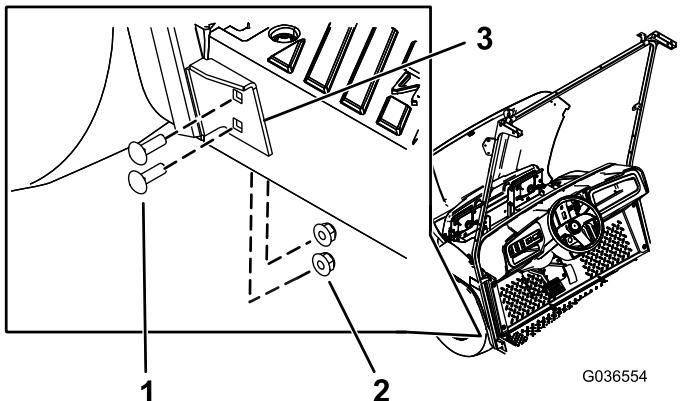

图 32
4. 用 4 个托架螺栓 $5/16 \times 1$  英寸和 4 个凸缘螺母 $5/16$  英寸将左、右风挡支撑的下支架固定到您在步骤 1 中钻出的孔内 图 32。